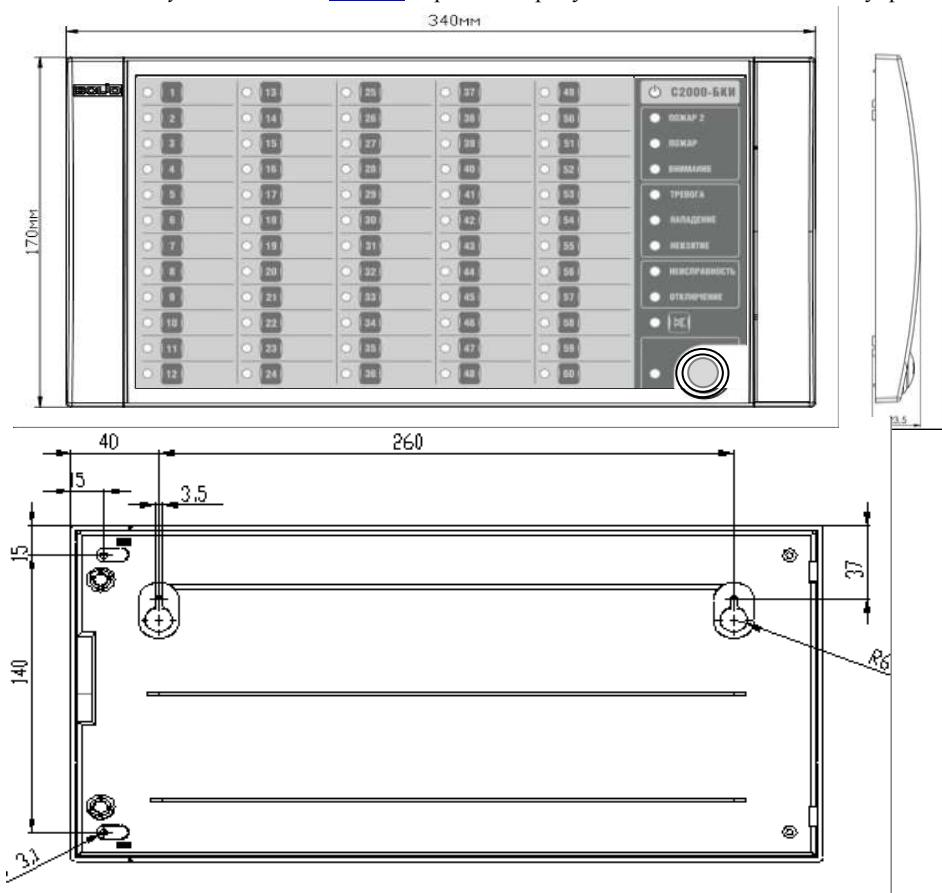

Рисунок 1. Внешний вид, габаритные и установочные размеры блока
2.1.4 Наметьте на стене места для 3 установочных отверстий в соответствии с рис. 1.